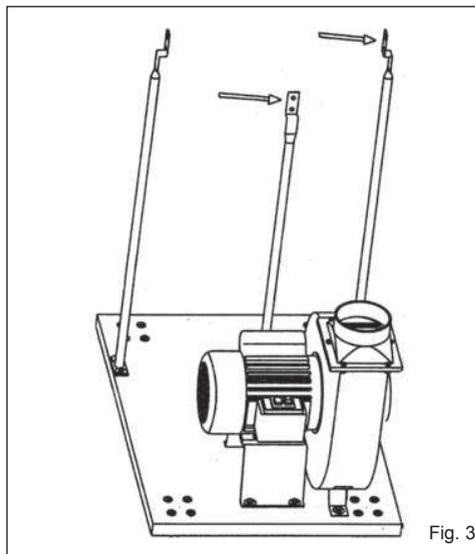

Fig. 3
2. Fissare i montanti laterali e le aste porta tamburo sulla base rettangolare utilizzando le apposite viti, rondelle e dadi (Fig. 3).